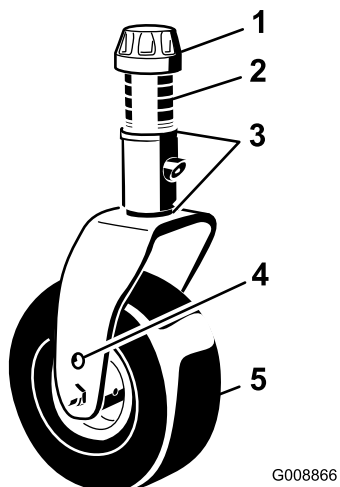

Figura 16
4. Retire a tampa de tensionamento do eixo roscado e desloque o fuso para fora do braço da roda giratória (Figura 16).